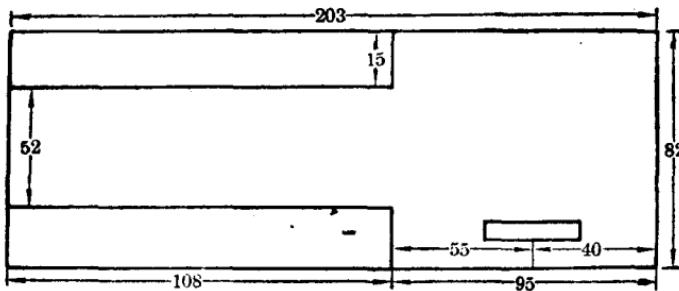

图 2
1. 车身底板：用 82×203 [毫米]²木板一块，按照图 2 所示，把 15×108 [毫米]² 两部分从底板上锯下。并如图所示开齿轮孔，孔大小可按大齿轮尺寸来定，然后用砂皮将四边砂光。